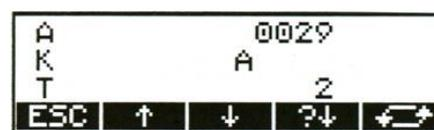

Рис. 2.7 Пример окна ввода точки A2
4. Для введения номера и кода точки стояния на панели управления нажать комбинацию клавиш (**SHIFT PNr**) (рис. 2.3). Появится окно ввода номера и кода точки (рис. 2.6). Используя программные клавиши (+ или -) установить название точки стояния. Подтвердить выбор нажатием клавиши (**o.k.**). *Пример (рис. 2.7) установлена точка стояния A2.*
5. Для введения номера и кода точки наведения нажать комбинацию клавиш (**SHIFT PNr**) (Рис. 2.3). Появится окно ввода номера и кода точки (рис. 2.7). Используя программные клавиши (+ или -) установить название точки наведения. Подтвердить запись нажатием клавиши (**o.k.**).